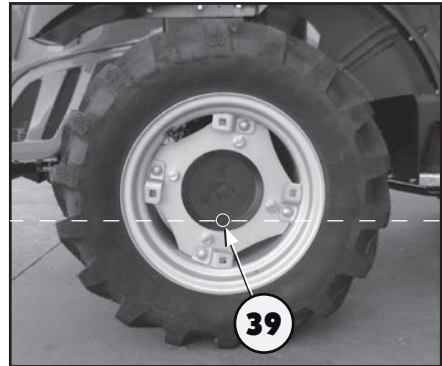

Abb. 6.44
- Den Traktor so positionieren, dass sich der Stopfen (39 Abb. 6.44) auf der waagerechten Mittellinie des Traktors befindet;